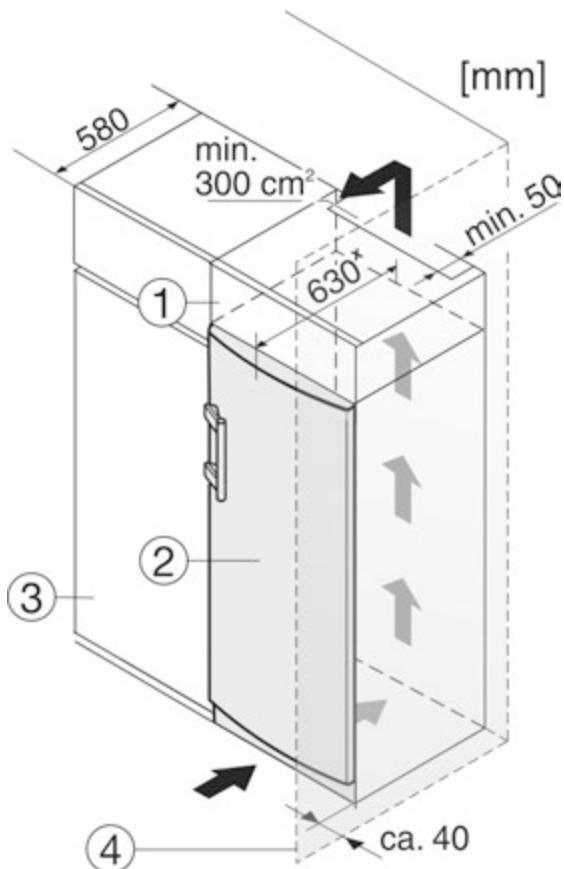

Fig. 10
(1) Шафа для встановлення на пристрой
(2) Пристрой
Перед встановленням пристроя можна змінити його конструкцію відповідно до кухонної шафи. Щоб привести висоту пристроя Fig. 10 (2) у відповідність із розмірами кухонної ніші, можна встановити на нього спеціальну шафу Fig. 10 (1).
У разі переобладнання кухонними шафами (глибина щонайбільше 580 мм) пристрой можна встановити безпосередньо поруч із кухонною шафою Fig. 10 (3). Пристрой виступає за передню частину кухонної шафи на 34 мм × з боків і на 50 мм × посередині.
Якщо пристрой із шарнірами встановлюється поруч зі стіною Fig. 10 (4), відстань між пристроєм і стіною має становити щонайменше 40 мм. Це відповідає необхідній відстані для ручки після відкривання дверцят.